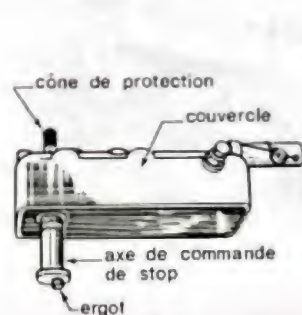

Fig. 29.
Remontage du couvercle et leviers de commande (fig. 29, 30, 31, 32, 33 et 33 bis)
e) Dès que le cône de protection dépasse suffisamment, tirer sur celui-ci jusqu'à ce que l'axe soit en place. Descendre le couvercle en s'assurant que l'ergot de l'axe de stop s'engage correctement dans l'encoche de la barrette de stop (fig. 29 et 31).